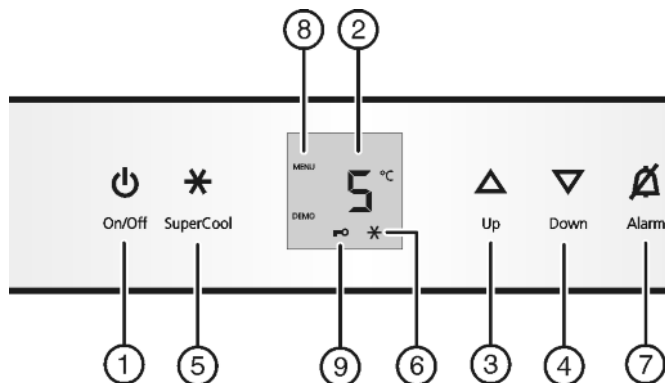

Fig. 2
- ▶ Appuyer sur la touche On/Off Fig. 2 (1).
- ▶ Activer le mode de réglage : appuyer env. 5 sec. sur la touche SuperCool Fig. 2 (5).
- ▷ Le symbole Menu Fig. 2 (8) est allumé.
- ▶ Pour confirmer, appuyer brièvement sur la touche SuperCool Fig. 2 (5).
- ▶ appuyer brièvement sur la touche SuperCool Fig. 2 (5) pour activer la sécurité enfants.
- ▷ Le symbole Sécurité enfants Fig. 2 (9) est allumé. L'affichage **c** clignote.
- ▶ appuyer brièvement sur la touche SuperCool Fig. 2 (5) pour désactiver la sécurité enfants.
- ▷ Le symbole Sécurité enfants Fig. 2 (9) s'éteint. L'affichage **c** clignote.
- ▶ Désactiver le mode de réglage : appuyer sur la touche On/Off Fig. 2 (1).
- ▶ Appuyer sur la touche Alarme Fig. 2 (7).
- ▶ Augmenter la température : appuyer sur la touche de réglage Up *Fig. 2 (3)*.
- ▶ Diminuer la température : appuyer sur la touche de réglage Down *Fig. 2 (4)*.
- ▶ Appuyer brièvement sur la touche SuperCool *Fig. 2 (5)*.
- ▷ Le symbole SuperCool *Fig. 2 (6)* s'allume dans l'affichage.
- ▷ Le symbole SuperCool *Fig. 2 (6)* s'éteint dans l'affichage.